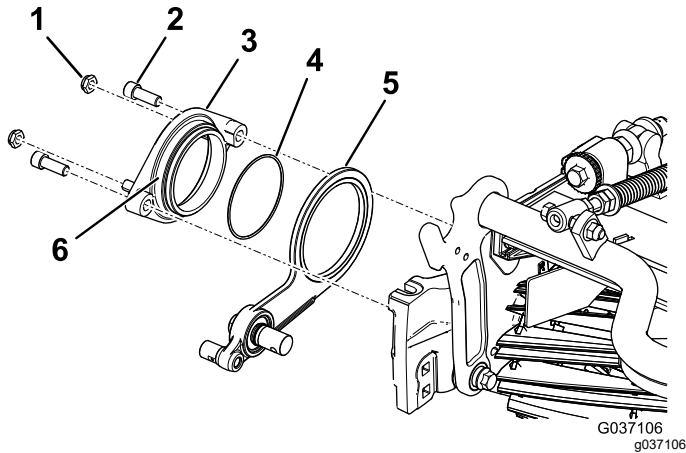

图 9
3. 在枢轴轮毂组件外径上涂抹防粘剂图 9。
4. 用 2 个内六角螺栓将枢轴轮毂固定到滚刀的怠轮总成上图 9。
5. 将 2 个锁紧螺母松松地安装到枢轴轮毂上图 9。